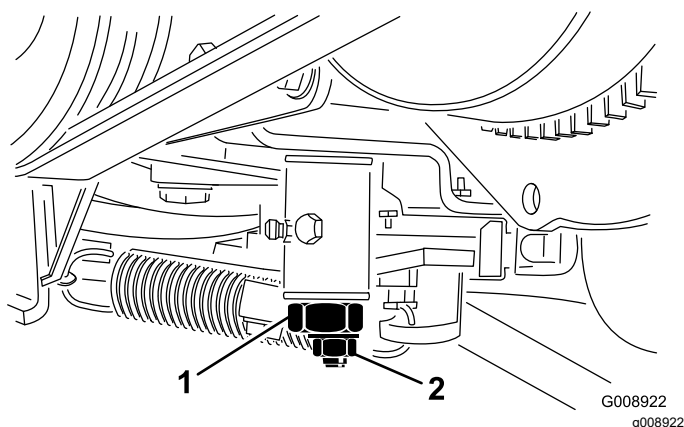

Figure 66
3. Desserrez le contre-écrou de la came de réglage de transmission (Figure 66).